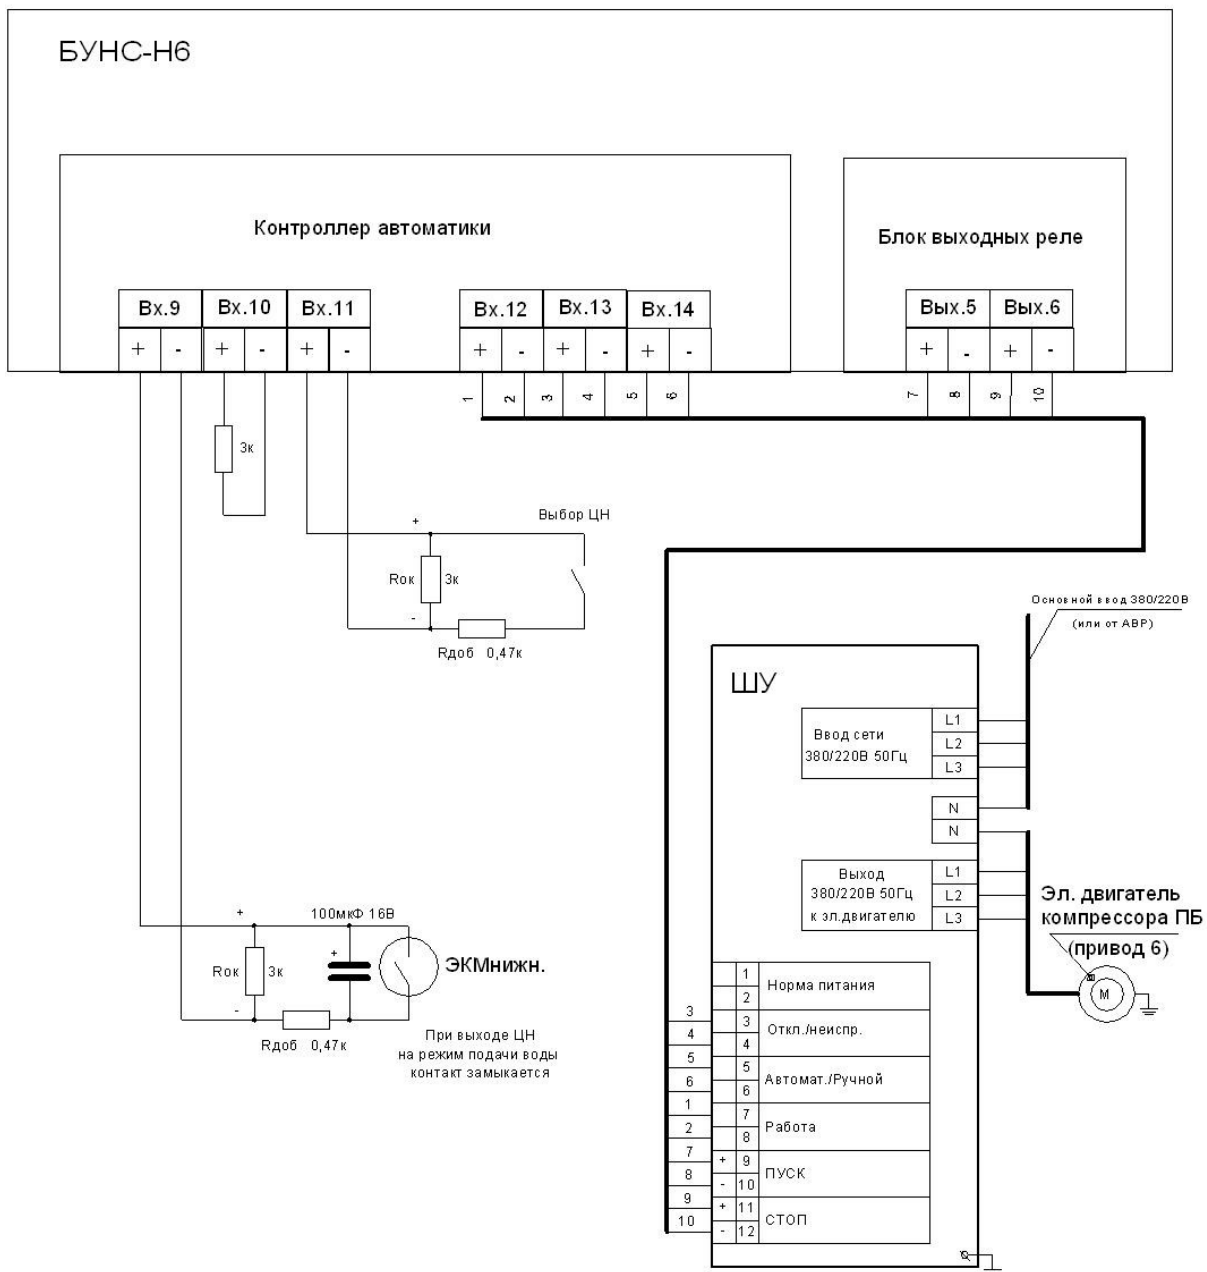

Рисунок 5.12
- рисунок 5.12 – циркуляционного насоса (ЦН1) – привод 3;